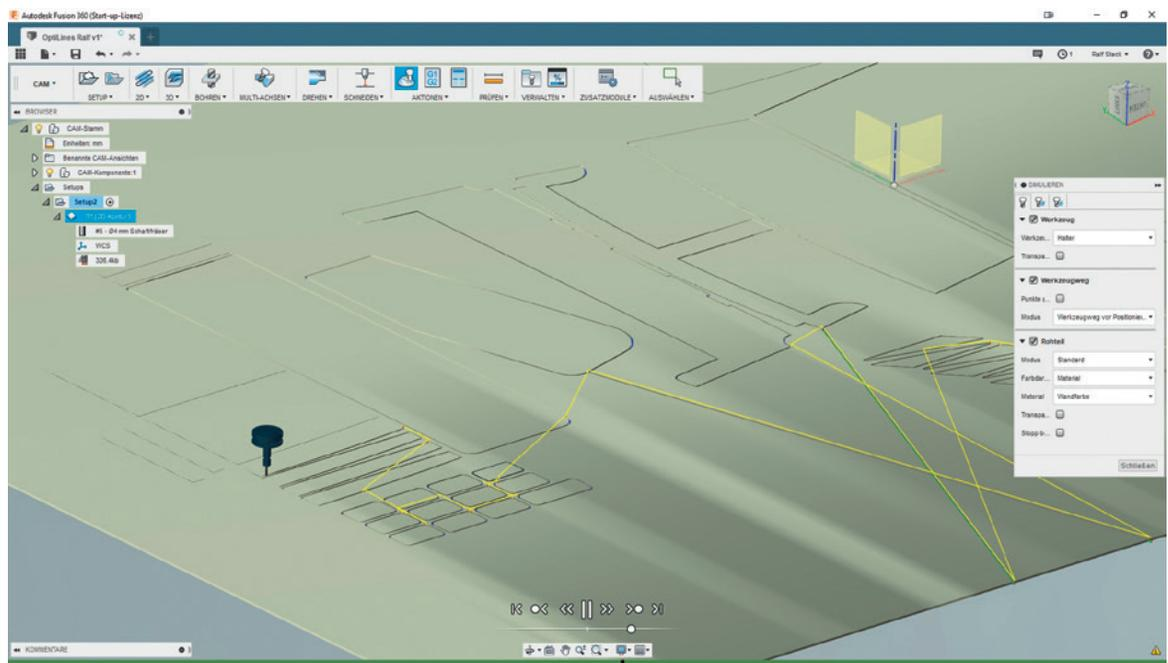

Bild 2.4 Mit dem für Privatanwender kostenlosen Fusion 360 erstellen wir die Fräsbahndaten.
In diesem Buch werden wir die Software Fusion 360 von Autodesk benutzen, die unter anderem ein 3D-CAD-System mit einem CAM-System verbindet (Bild 2.4). CAM-Systeme wie Estlcam, Mach3 oder im Profibereich Tebis nehmen 2D-/3D-Daten entgegen und liefern den zugehörigen G-Code. Damit die CAM-Software den richtigen G-Code-Dialekt für die Steuerung der CNC-Maschine erzeugt, benötigt sie einen angepassten Postprozessor (PP). Fusion 360 enthält zum Glück neben Postprozessoren für Profimaschinen auch PPs für Mach 3, Shapeokos und GRBL, sodass wir den passenden Code erzeugen können.